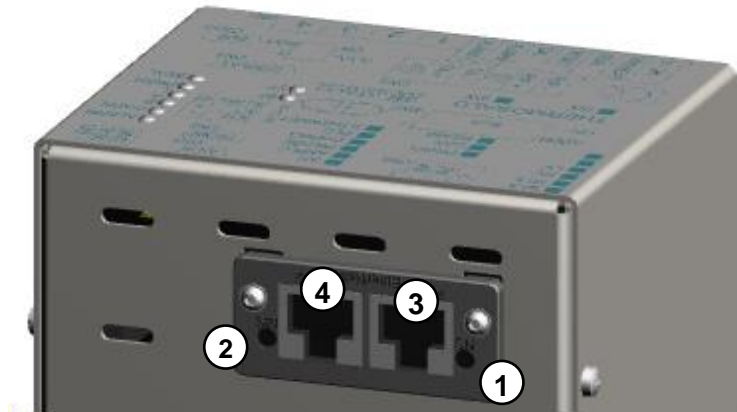

Figura 20 – Switch Ethernet modelli *AB*
6.3.3.1 Modelli AB (vedi 6.2.8, Figura 20)
6.3.4.1 Modelli AB (vedi 6.2.8, Figura 20)